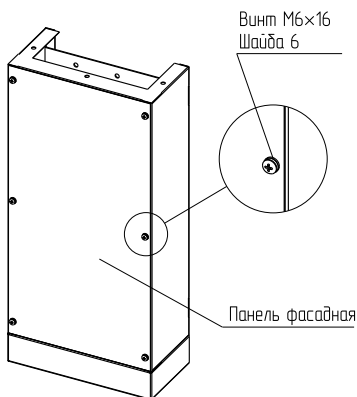

Рисунок 3
4.2.2 Вывернуть 6 винтов М6×16 и снять панель фасадную (рисунок 3). Винты и шайбы сохранить.
4.4.2 Вывернуть 6 винтов М6×16 и снять панель фасадную (рисунок 3). Винты сохранить.